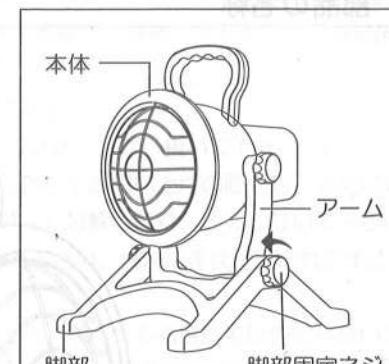

図1
- アームと脚部を図1のように合わせて、脚部固定ネジで締め付けて下さい。